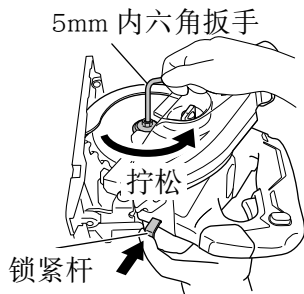

图 16
- (2) 压下锁紧杆，锁住主轴，然后用 5mm 内六角扳手拆下螺栓和垫圈(B)(图 16)。